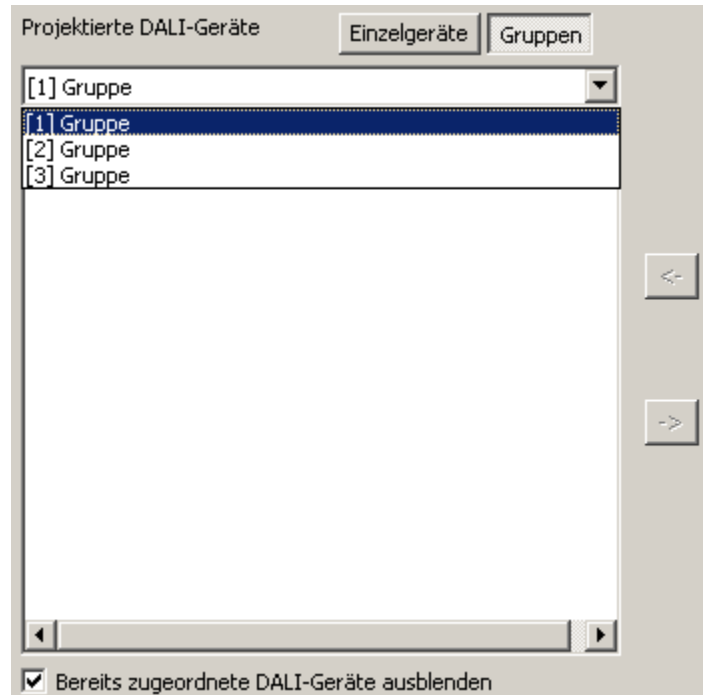

Bild 64: Gruppe auswählen
- Im linken Teilbereich der DALI-Inbetriebnahmeumgebung die erforderliche Gruppe auswählen, zu der Betriebsgeräte hinzugefügt werden sollen (Bild 64).